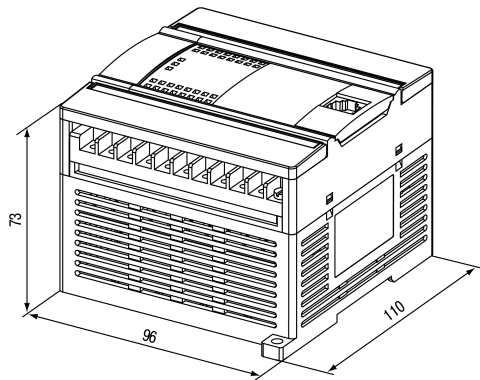

Рисунок 5.1 – Габаритный чертеж
1. Убедиться в наличии свободного пространства для подключения прибора и прокладки проводов (см. и *рисунок 5.1*).